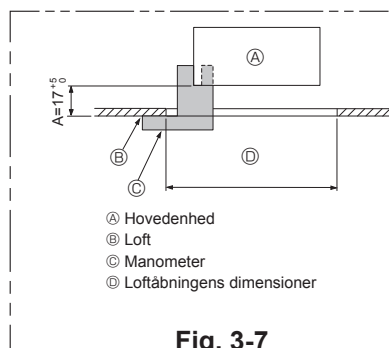

Fig. 3-7
- Kontroller at trin A udføres inden for 17-22 mm. Hvis dette område ikke overholdes, kan det medføre beskadigelse. (Fig. 3-7)